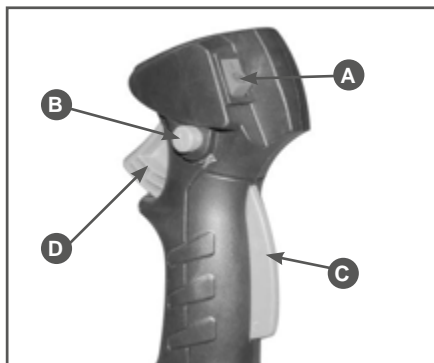

Рис.10 Расположение органов управления на рукоятке
5. Выключатель зажигания (А) установите в положение «I» Рис.10. Удерживая стопорный рычаг курка газа (С) Рис.10 нажмите на курок газа (D). Для облегчения запуска зафиксируйте курок газа стопором (B) Рис.10.